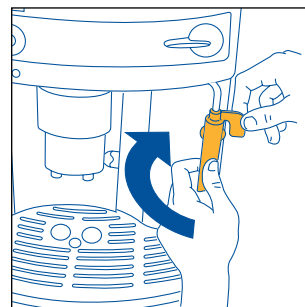

Fig.25
- Vrid reglaget medsols så långt det går. Håll spaken på fästet stilla med ena handen och skruva med den andra loss cappuccinöröret genom att vrida det medsols och dra av det (fig. 25).